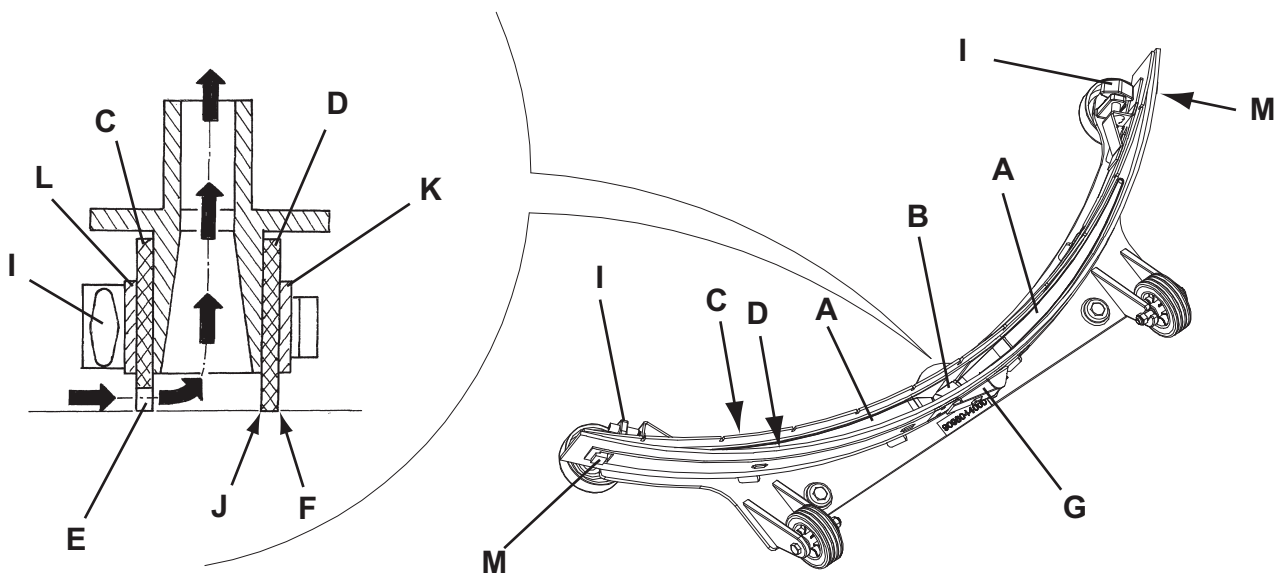

Abbildung 5
- Die Sauglippe (Abb. 5) reinigen, und dabei wie angegeben im vorhergehenden Abschnitt vorgehen.
- Überprüfen, ob die Fugenkante (E, Abb. 5) des vorderen (C) und die Fugenkante (F) des hinteren Gummis (D) gleichzeitig in ihrer gesamten Länge auf dem Fußboden aufsitzen. Andernfalls Höhe wie folgt einstellen:
- Zugstange (G) entfernen, Haltevorrichtungen (M) lösen und hinteren Gummi (D) einstellen. Haltevorrichtungen einrasten und Zugstange einbauen.
- Sterngriffe (I) lösen und vorderen Gummi (C) einstellen. Sterngriffe wieder festdrehen.
- Überprüfen, ob der vordere (C) und der hintere Gummi (D) unversehrt sind und keine Schnitten oder Risse aufweisen, gegebenenfalls wie folgt austauschen. Überprüfen, ob die Vorderkante (J) des hinteren Gummis verschlissen ist. Gegebenenfalls Gummi umdrehen und eine der drei unversehrten Kanten als Vorderkante verwenden. Sind auch die anderen drei Kanten abgenutzt, Gummi wie folgt austauschen:
- Zugstange (G) entfernen, Haltevorrichtungen (M) lösen, Haltestreifen (K) abnehmen und hinteren Gummi (D) umdrehen/austauschen. Gummi in umgekehrter Reihenfolge einbauen.
- Sterngriffe (I) aufdrehen, Haltestreifen (L) abnehmen und vorderen Gummi (C) austauschen. Gummi in umgekehrter Reihenfolge einbauen.